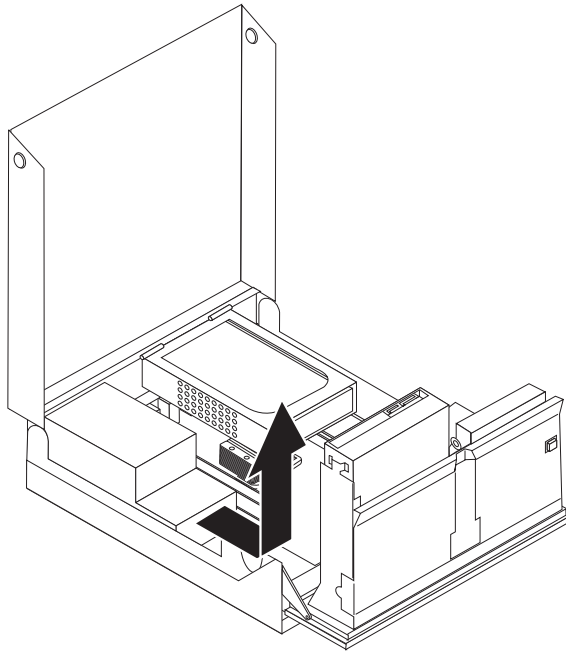

図 20. 電源機構の取り外し
8. 電源機構をシャーシからスライドさせて外した後、コンピューターからそれを取り除きます。図 20を参照してください。